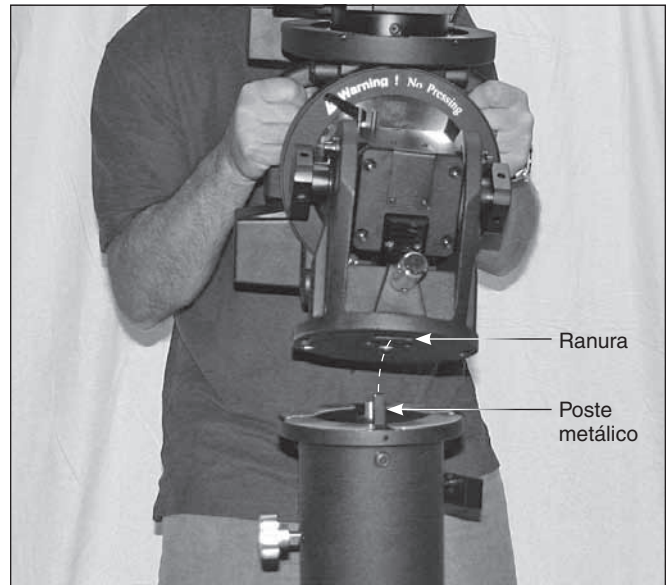

Figura 10. Al instalar la montura en el pilar del trípode, alinee el poste metálico del pilar con la ranura de la placa base de la montura.
3. A continuación, coloque la montura sobre el pilar del trípode, alineando el poste metálico de la parte superior del pilar con el hueco que queda entre los dos botones de ajuste del acimut (**figura 10**).